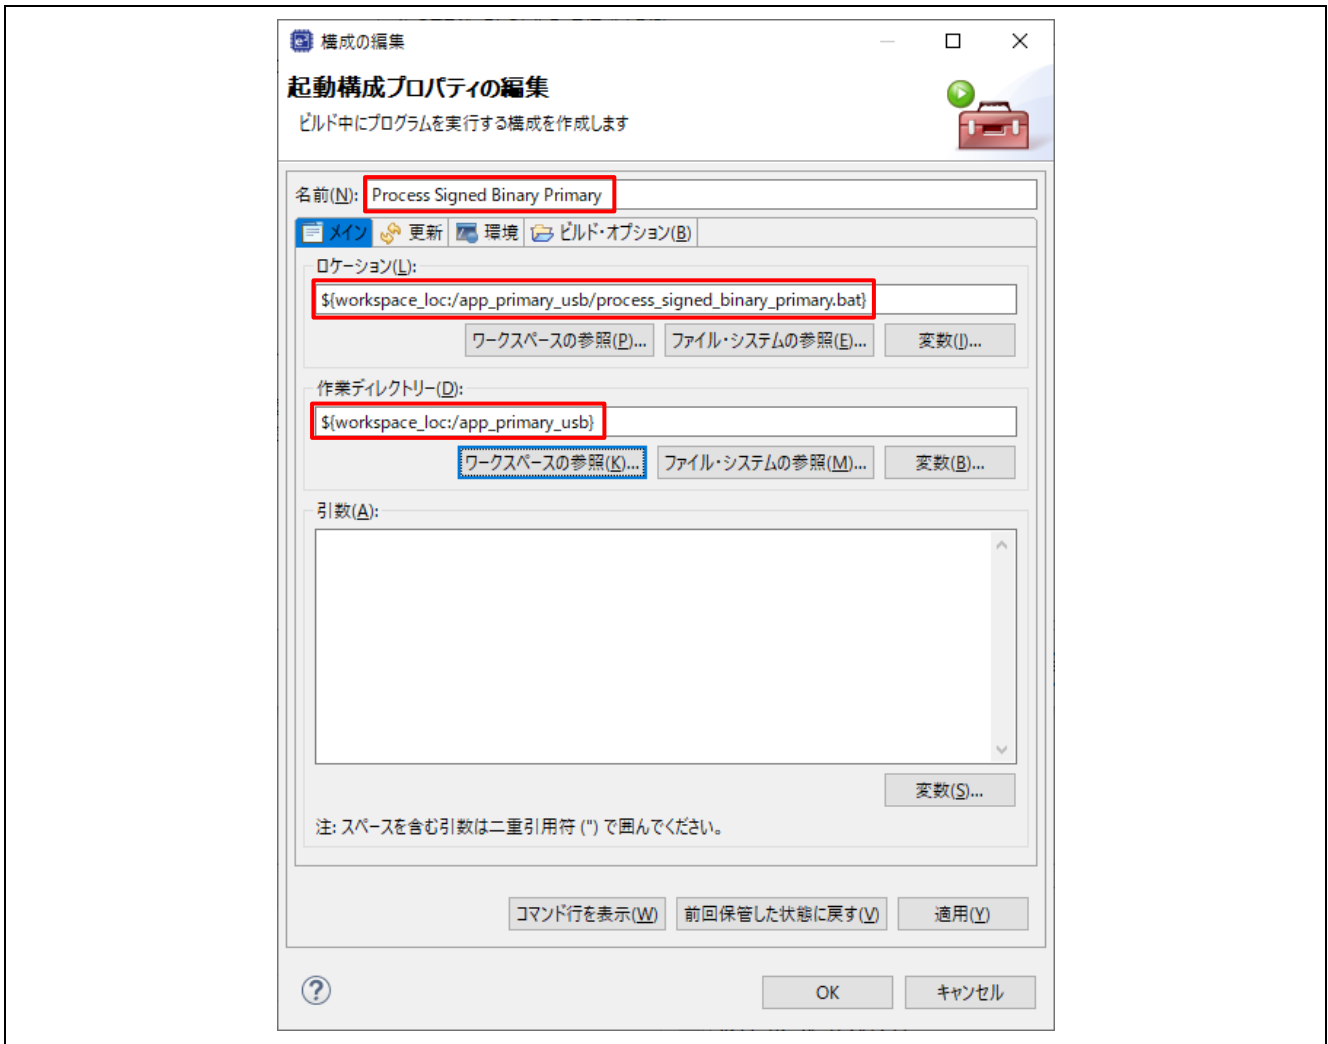

図 50 プライマリアプリケーションカスタムビルダー設定
2. 次にセクション 4.7 に従って新しい[ビルダー]を作成します。設定したものは図 50 のようになります。